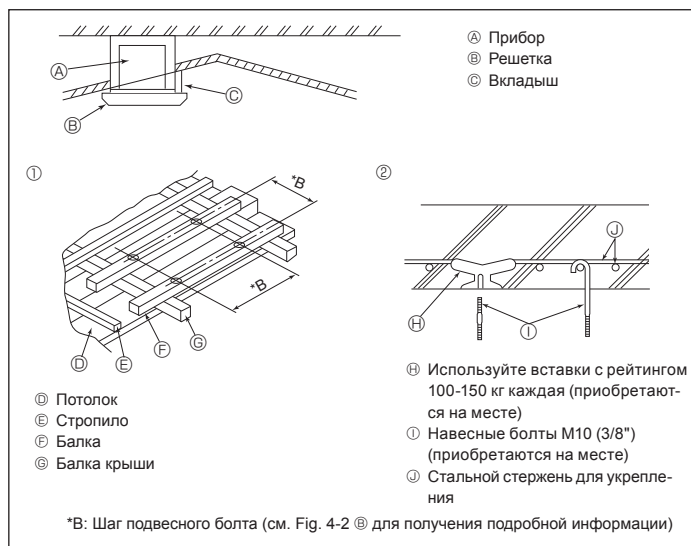

Fig. 4-4
4.4. Подвесная конструкция (Обеспечьте прочность на месте подвешивания) (Fig. 4-4)